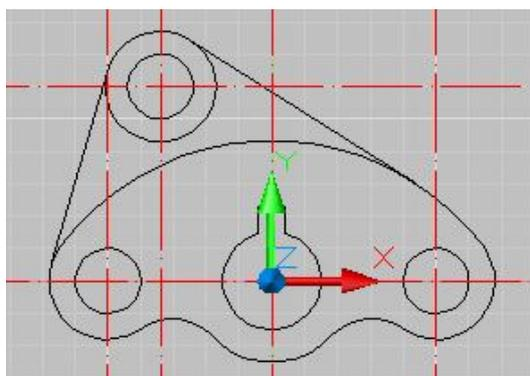

Рис. 11
14. Строим касательные линии. Выбираем команду , далее в боковом меню выбираем Касательная и отмечаем 2 точки касания. Для утверждения команды нажимаем **enter**. Аналогично строим 2 сторону (см. рис. 11).